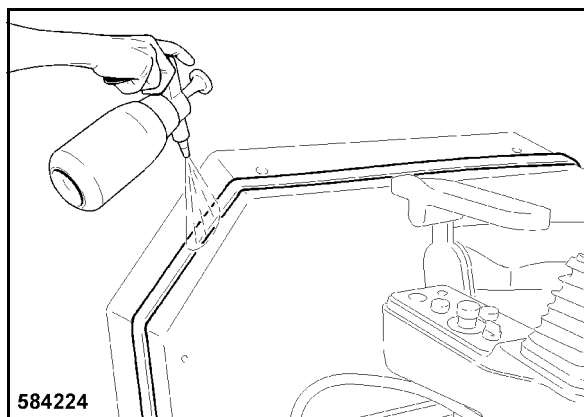

Bild 185
- Suihkuta tiivistenauha saippualliuoksella (Bild 185), jotta ohjaamon koppi liukuu paremmin ohjaamon päälle.